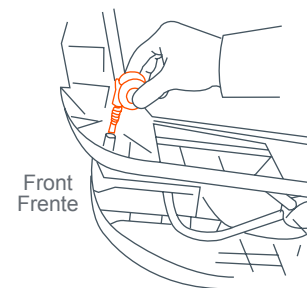

Fig. 10
- 10) • Place walker on a solid flat surface with bottom of base facing upward. Insert the pins of the front wheels into their housing, pressing them until they snap into position. Please check that wheels are locked into place before proceeding (Fig. 10).
- Coloque el andador en una superficie sólida con la parte inferior de la base mirando hacia arriba. Inserte las chavetas ubicadas en las ruedas frontales en el orificio correspondiente, presionando hasta escuchar un chasquido y queden en su lugar. Verifique que las ruedas estén trabadas en su lugar antes de seguir (Fig. 10).